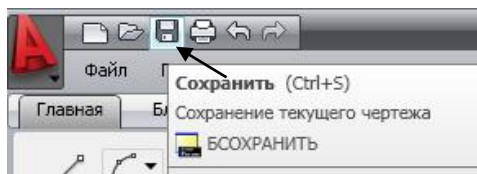

Рис. 20
- БСОХРАНИТЬ (рис. 20) – ей соответствует кнопка  панели быстрого доступа; панели инструментов *Стандартная*; пункт меню СОХРАНИТЬ меню **ФАЙЛ**;